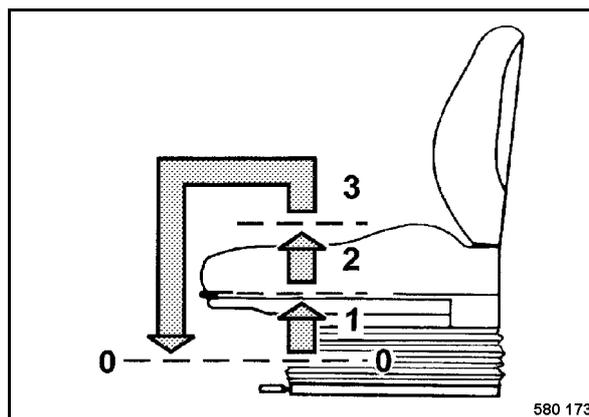

Рис. 74
- Регулировка сиденья по высоте; для этого приподнимать сиденье (Рис. 74), пока оно не зафиксируется на соответствующей ступени.